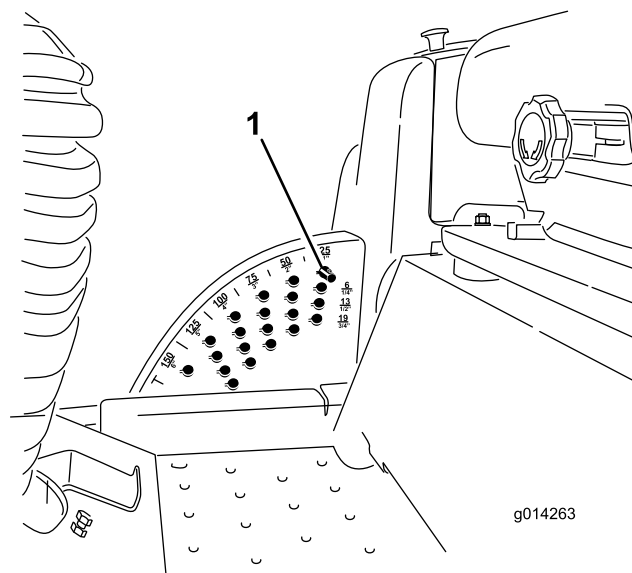

Figura 24
sollevare completamente il piatto e **rilasciate immediatamente l'interruttore** come mostrato nella Figura 24.
2. Girate il perno dell'altezza di taglio fino a quando la protuberanza su di esso non si allinea agli intagli previsti nei fori della staffa dell'altezza di taglio, quindi rimuovetelo (Figura 24).
3. Nella staffa dell'altezza di taglio scegliete un foro corrispondente all'altezza di taglio richiesta, inserite il perno e ruotatelo verso il basso per bloccarlo in questa posizione (Figura 24).
Nota: Vi sono 4 file di fori di posizionamento (Figura 24). La fila superiore fornisce l'altezza di taglio elencata sopra la spina. La seconda fila fornisce l'altezza elencata più 6 mm. La terza fila fornisce l'altezza elencata più 12 mm. La fila inferiore fornisce l'altezza elencata più 18 mm. La posizione di 15,8 cm ha un solo foro, situato nella seconda fila, che non aggiunge 6 mm alla posizione di 15,8 cm.